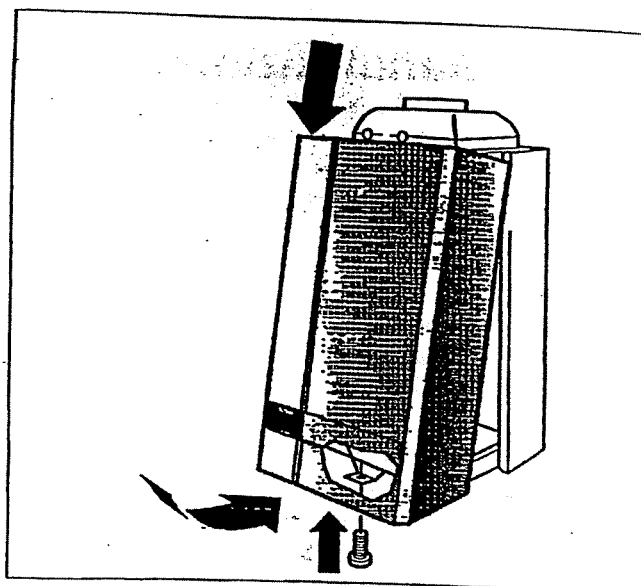

Fig. 36 Montaggio mantello
- ◆ Inserire il mantello e fissarlo con l'apposita vite (Fig. 36).